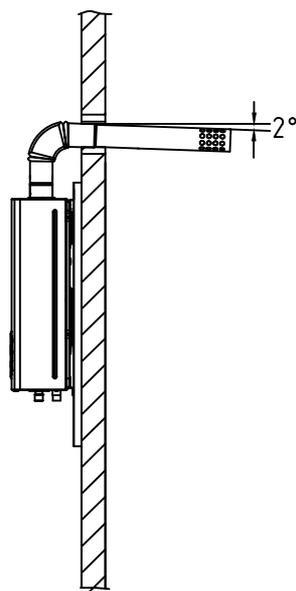

图13
■ 烟道水平段应尽可能短,且安装时应有向下倾斜 $2^{\circ}$ 的坡度,以利于冷凝水和雨水的排出。(如图13)